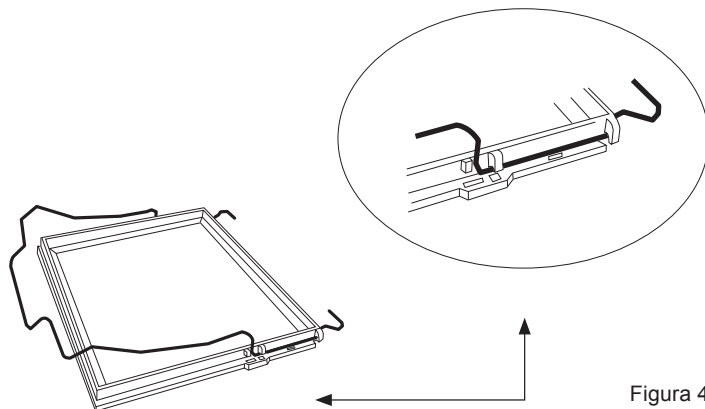

Figura 4
1. Insertar el muelle metálico en las ranuras del marco de apoyo como está señalado en la figura 4, pero únicamente en un lado.